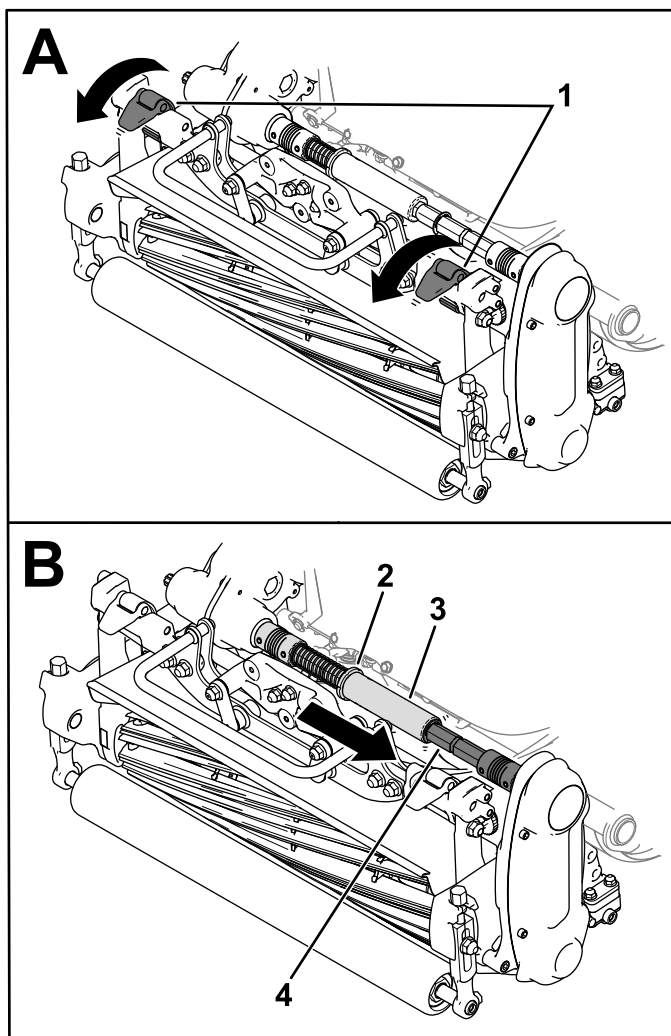

Figura 38
3. Mueva los cierres de suspensión hacia abajo para sujetar la unidad de corte a la máquina (Figura 38).
4. Retire el collarín de la ranura del eje del acoplamiento de la transmisión e introduzca el tubo hexagonal en el eje del acoplamiento de la unidad de corte (**Figura 38**).